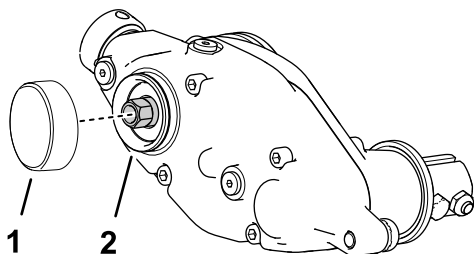

Figure 14
(tel que Loctite 609® vert) sur la rainure du circlip et la surface du diamètre extérieur (Figure 14).
2. Montez le capuchon comme montré à la Figure 14.